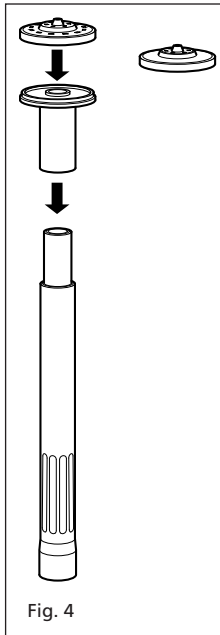

Fig. 4
2. Выберите желаемую фонтанную насадку. 2-х и 3-х ярусные фонтанные насадки просто прикрепляются к трубке фонтана (см. Рис. 4). После этого разместите насос в желаемом месте. Внимание: проверьте, что внутренняя трубка раздвижной трубки не вдвинута внутрь наружной трубки.
2. Откройте переднюю пластину (см. Рис. 4 (G)) до тех пор, пока два удерживающих язычка не выйдут из проушин на корпусе мотора.